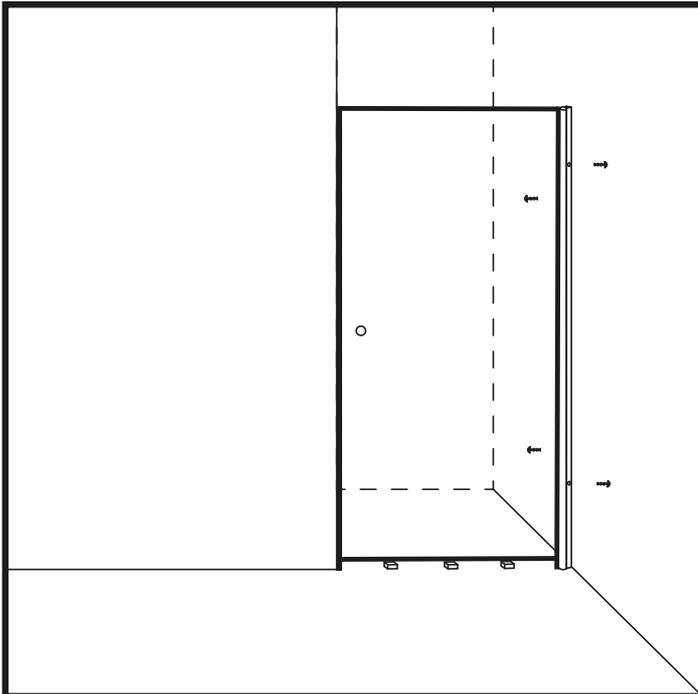

Abbildung 7
12. Markieren Sie die Befestigungspunkte für die Schrauben am Profil, sowohl innerhalb als auch außerhalb der Dusche. Messen und markieren Sie auf der einen Seite des Profils unten und oben etwa 10 cm und auf der anderen Seite etwa 20 cm. (Abbildung 7)